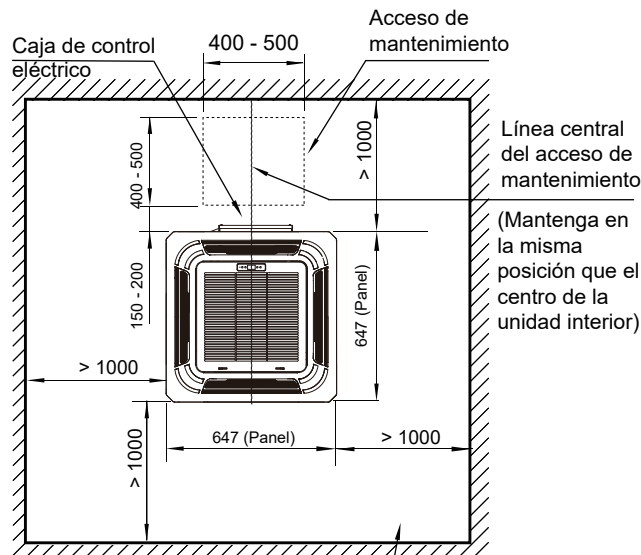

Figura 1
1. Taladre agujeros cuadrados de 640 mm x 640 mm en el techo según el diseño de la placa de instalación (accesorio 2). Vea la Figura 10. Vea la Figura 1 para acceso de mantenimiento.